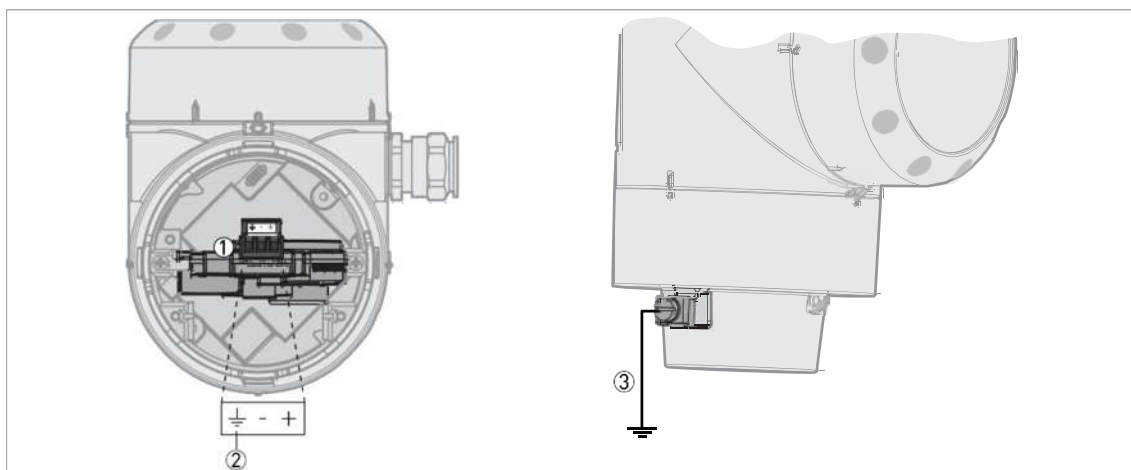

図 3-1 : 接続端子(1出力仕様の場合)
- ① 電源端子(機器動作、電流出力 1 用)
- ② 電源端子(電流出力 2 用)
- ③ アース端子(コンバータハウジング下部)
- ④ ハウジング内部接地端子(電線がシールドケーブルの場合)
- 表示部側にある電源端子(図 3-1)のコネクタには接続しないでください。
- ② 電源端子(スイッチ出力用)
- ③ スイッチ出力端子
- ④ アース端子(コンバータハウジング下部)
- ⑤ ハウジング内部接地端子(電線がシールドケーブルの場合)
- ・表示部側にある電源端子(図 3-1)のコネクタには接続しないでください。